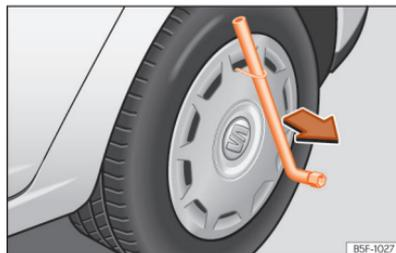

Abb. 238 Die Radvollblende vom Rad abnehmen.
- Radschlüssel durch den Drahtbügel schieben, um Reifen abstützen und Radvollblende abziehen >>> (Abb. 238).